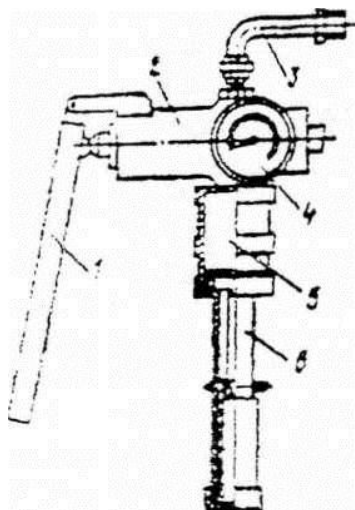

Рисунок 6 - Приспособление КИ-9917 для проверки технического состояния форсунок
2. Залить дизтопливо в резервуар 5 (рисунок 6) приспособления и рычагом 1 прокачать систему топливоподачи до полного удаления из нее воздуха.